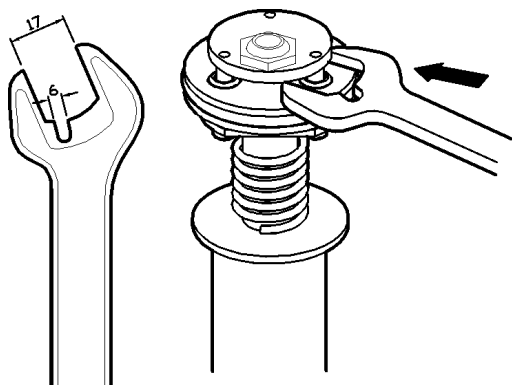

Fig. 9
1. Fix the air motor body (16) in a suitable way and loosen the four screws (13) to remove the air motor dolly (1).
2. Check the upper spring (2) and the spring stop (3) inside the air motor dolly (1). Replace in case of damage.
3. Dismount the lower circlip (15) and muffler (14) and pull up the inverting set (4) until the hole in pump piston (8) gets visible in the opening where the muffler was dismounted. Introduce a steel rod (8 mm) in the hole to lock the piston.
4. Use a prepared 17mm wrench (see fig. 9) to disassemble the inverting set (4).
1. Fijar el cuerpo motor (16) adecuadamente y soltar los cuatro tornillos (13) para retirar la cazoleta (1).
2. Verificar el muelle superior (2) y el tope muelle (3) en la cazoleta (1). Sustituir en caso de deterioro.
3. Desmontar el anillo de seguridad (15) inferior y el silenciador (14) y tirar el conjunto inversor hacia arriba hasta que el agujero en el vástago (8) quede visible en la apertura donde el silenciador fue quitado. Introducir una varilla acerada (8mm) en el agujero del pistón para bloquear el mismo.
4. Desenroscar el conjunto inversor (4) con una llave fija de 17mm preparada (Fig. 9).
1. Fixer correctement le corps moteur (16) et dévisser les 4 vis (13) pour désolidariser la cassolette (1).
2. Procéder au contrôle du ressort supérieur (2) ainsi que de la butée de ce dernier (3) qui se trouvent dans la cassolette (1). Remplacer ces pièces si nécessaire.
3. Démontez l'anneau de sécurité (15) inférieur et le silencieux (14) et tirez l'ensemble inverseur vers le haut jusqu'à ce que l'orifice du piston (8) soit visible et ce, au niveau où le silencieux a été enlevé. Introduire une baguette en acier (8mm) dans l'orifice du piston pour bloquer ce dernier.
4. Desserrer l'ensemble inverseur (4) à l'aide d'une clé fixe préparée de 17 mm (voir Fig. 9).